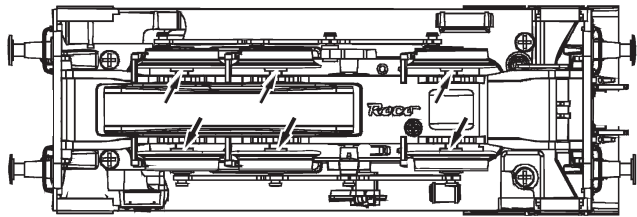
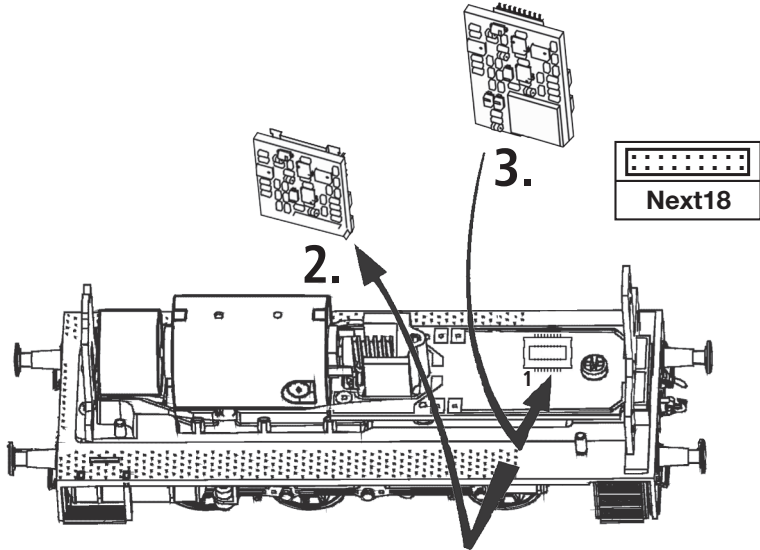
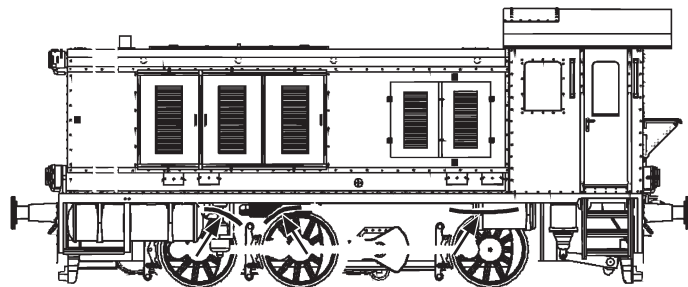

Fig. 6
Fig. 7
Fig. 4
Mehrzugbetrieb: Zuerst Lokgehäuse abnehmen (Fig. 4). Danach den Brückenstecker aus der Schnittstelle entfernen (diesen sorgsam aufbewahren). Danach den Stecker des Decoders lage-richtig einsetzen (Fig. 6).
2. Schmierung: Versehen Sie die im Schmierplan in Fig. 5 gekennzeichneten Stellen mit nur **kleinen Öltropfen**. Dazu zuerst das Lokgehäuse abnehmen (Fig. 4). Wir empfehlen den **ROCO Öler Art.-Nr. 10906**. Fürs Schmieren der Getriebeteile (Zahnräder, Schnecke) empfehlen wir das **ROCO-Spezialfett Art.-Nr. 10905**. Im Falle der Schmierung diese Teile **nicht ölen**.
3. Kohlebürstenwechsel: Lokgehäuse abnehmen (Fig. 4). Danach wird der Motor ausgebaut und die Kohlebürsten ausgewechselt (Fig. 7).
Running in digital mode: Remove the jumper from the interface. Finally put the plug of the decoder into the interface as shown in fig. 6.
2. Lubrication: Apply **tiny oil drops** to spots marked in fig. 5. Prior to lubrication dismantle locomotive (fig. 4). We recommend using item no. **10906, ROCO oiler**. For lubrication the gearparts (e.g. cogwheels, worm) we should recommend our ROCO **special grease** (item no. **10905**).
3. Carbon Brush Changing: First remove locomotive body (fig. 4), and then the motor (fig. 7).
Exploitation en télécommande multi-trains: Enlevez la fiche de shuntage de l'interface (à conserver!) et enfichez finalement la fiche de décodeur aux prises de l'interface. Veillez à la position correcte de la fiche (fig. 6).
2. Graissage: N'appliquez **qu'une tout petite goutte** aux endroits indiqués par le plan de graissage (fig. 5) après avoir démonté la caisse de la locomotive (fig. 4). Nous vous recommandons **le graisseur à huile ROCO réf. 10906**. Pour graisser les engrenages (roues dentées, vis sans fin) nous vous conseillons la **graisse spéciale ROCO réf. 10905** pour engrenages en matières synthétiques. Lorsque vous utilisez cette graisse il faut éviter d'huiler ces composants.
3. Remplacement des balais du moteur: Démontez la caisse (fig. 4). Démontez ensuite le moteur et échangez le balais (fig. 7).
voir } Fig.4